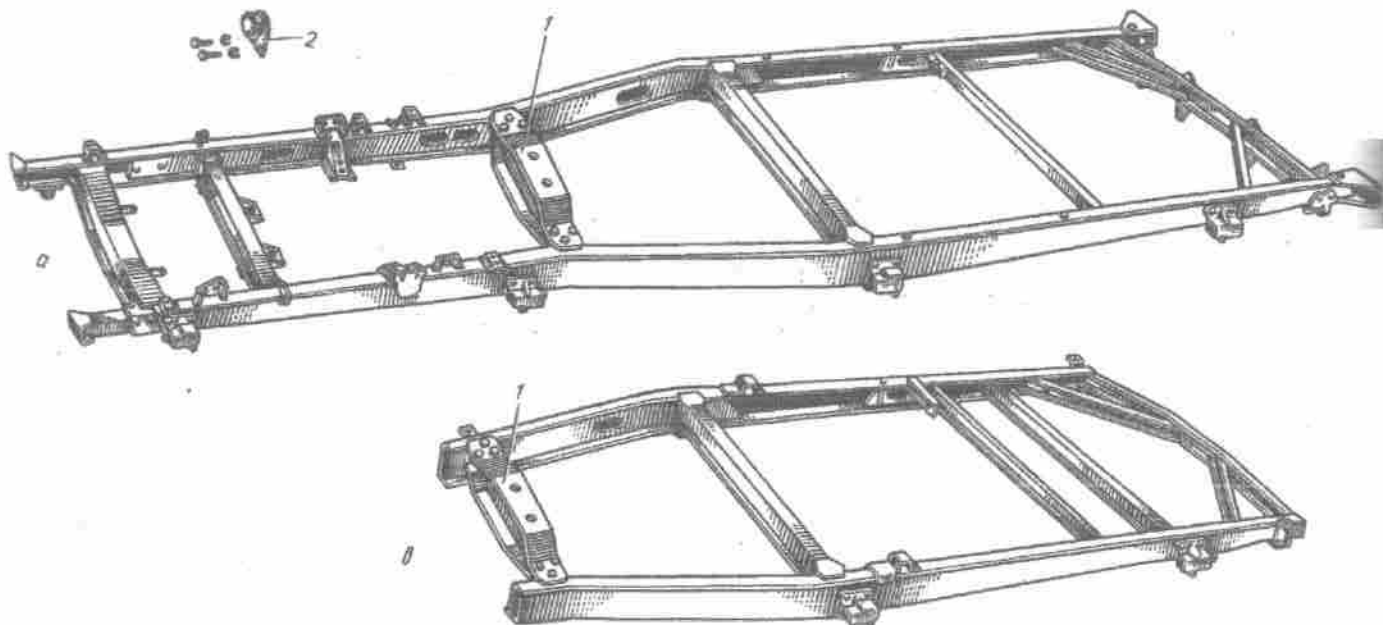

Bild 182. Rahmen des Kraftwagens YA3-452 und seiner Modifikationen:
- für Kraftwagen YA3-452, YA3-452A, YA3-452B (Bild 182, a);
- für Kraftwagen YA3-452D (Bild 182, b).